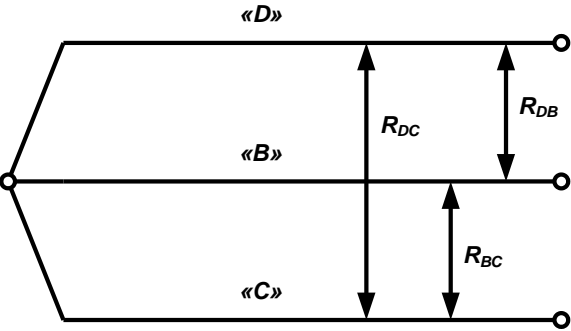

Рис.4 Схема для определения сопротивлений линий связи.
3.8 Определите сопротивление подгоночного резистора, который необходимо установить в линию «В» для симметрирования сопротивления потенциальных линий. Для этого соедините вместе все три провода в месте подключения имитатора датчика и с помощью уравновешенной мостовой схемы прибора Р4833 определите сопротивления R_{DB} , R_{DC} и R_{BC} (смотрите рис.4). Так